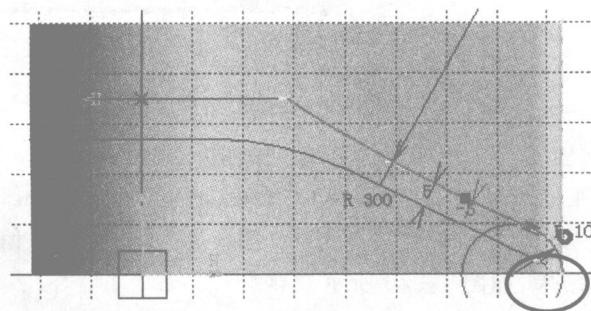

图 1-22 建立 Sketch. 4(草图 4)
⑧ 选取 XY 平面，单击 Sketcher 按钮，可进入 Sketcher 工作台，在该工作台中建立草图，如图 1-22 所示。在草图中半径为 300 mm 圆弧上创建一点，如图 1-22 所示。完成后可单击 Exit workbench 按钮可退出草图工作台。然后可将 Sketch. 1, Sketch. 2 及 Extrude. 1 隐藏^①。